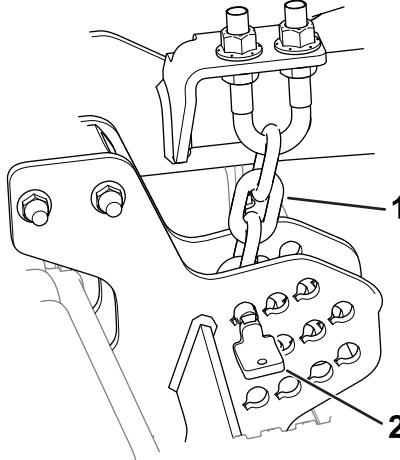

Figure 18
2. Retirez les goupilles de hauteur de coupe (Figure 18) des plaques latérales de l'unité de coupe.